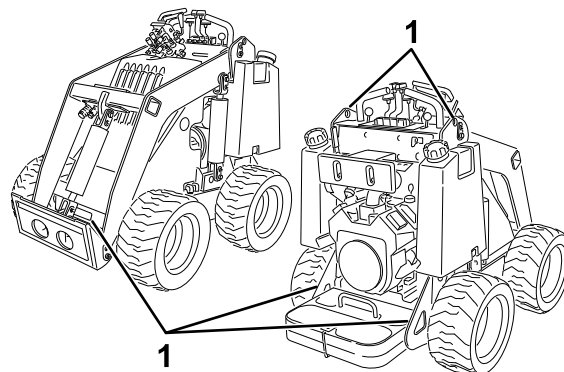

Bild 13
8. Befestigen Sie die Maschine mit den Metallbefestigungsschleifen und Riemen, Ketten, Kabel oder Seilen am Anhänger oder Pritschenwagen (Bild 13). Halten Sie die örtlichen Vorschriften für die Vergütung ein.
Sie können die Maschine mit den Vergurtungsstellen bzw. Hebeschlaufen als Hebestellen anheben, wie in Bild 13 abgebildet.